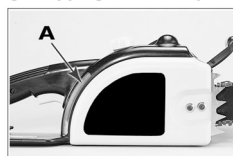

Fig. 8
Le regard d'inspection du réservoir (A) situé sur le côté droit de la tronçonneuse permet de vérifier le niveau d'huile de graissage. Le réservoir est plein lorsque l'huile atteint le niveau supérieur (Fig. 8).